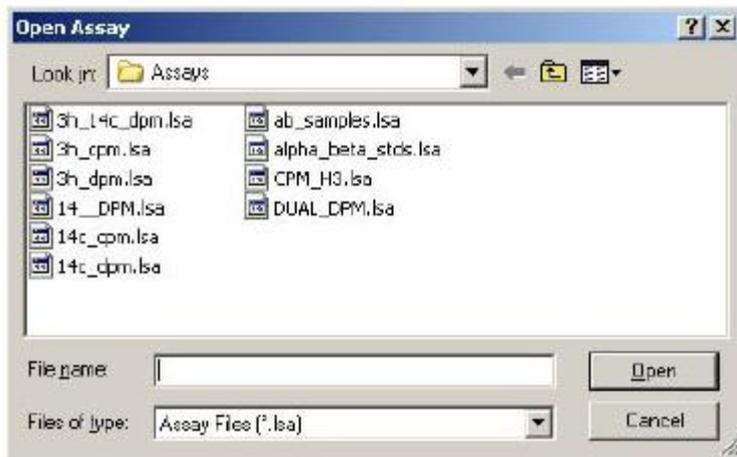

Рисунок 2-13. Окно Open Assay (Открыть анализ).
2. Когда появляется окно *Open Assay (Открыть анализ)* (Рисунок 2-13) выберите анализ, который необходимо отредактировать. Затем щелкните по кнопке **Open (Открыть)**.